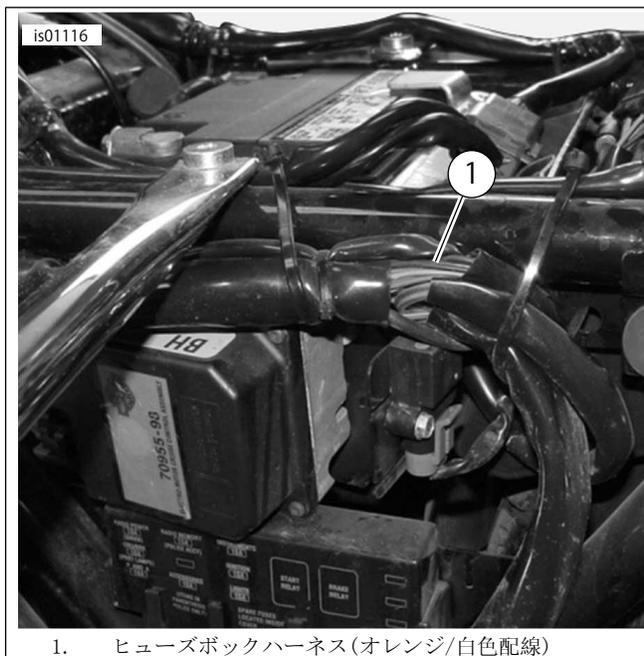

図11. 左ハンドサイドカバー後方のヒューズボックスハーネス、2003年以前のTouringモデル (FLHTCUIを表示)
1. 「図11」を参照してください。アクセス可能ポイントにある電気系統サイドカバー内部のメインハーネス覆いのエリアを慎重に切り開き、オレンジ/白色のメインハーネス電源リードを切ります。